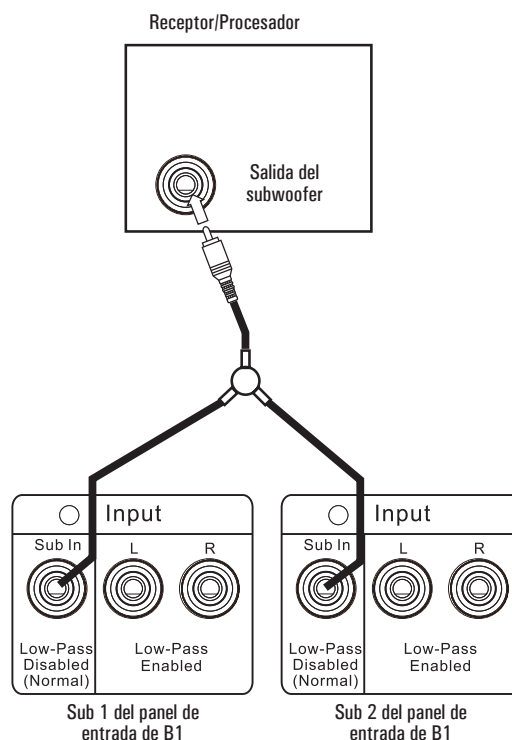

Figura 11: Conexión con múltiples subwoofers B1
1. Conecte un latiguillo RCA desde la salida Subwoofer o LFE del procesador/receptor a la entrada única del adaptador en Y, tal como se muestra en la Figura 11.